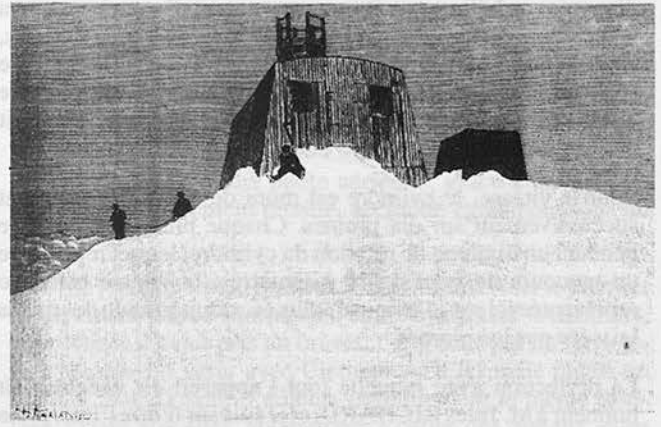

Fig. 1 - Vue de l'observatoire du Mont-Blanc au commencement de l'année 1894 (D'après une photographie)
(1) - Notre figure 1 représente l'Observatoire du Mont-Blanc à la fin de l'hiver dernier. Cette vue est la reproduction d'une excellente photographie.